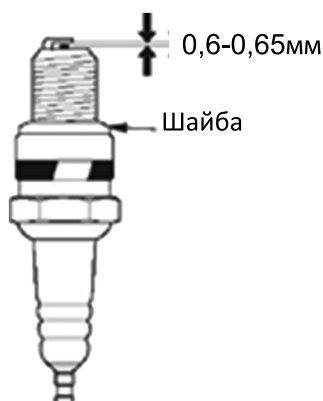

Рис.7
4. Измерьте зазор между электродами свечи специальным щупом. Зазор должен быть 0,6-0,65 мм. (Рис.7) При увеличении или уменьшении требуемого зазора рекомендуется заменить свечу, так как регулировка зазора может привести к изменению качества искрообразования.